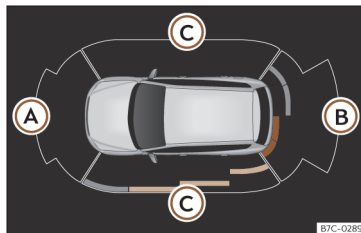

Fig. 176 Visualização do auxiliar de estacionamento no ecrã do sistema Infotainment.
Os para-choques têm sensores integrados. Quando detetam um obstáculo, indicam-no através de sinais sonoros e no sistema Infotainment»»» **Fig. 176**.
No caso de avaria de algum sensor traseiro, serão apenas apresentados os obstáculos na área (A)»» Fig. 176. No caso de avaria de algum sensor dianteiro, serão apenas apresentados os obstáculos na área (B). Apresenta-se o símbolo A.